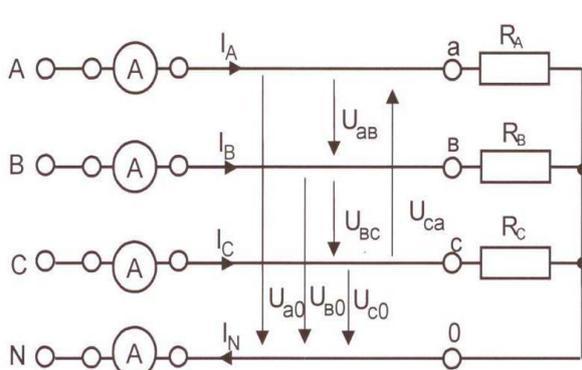
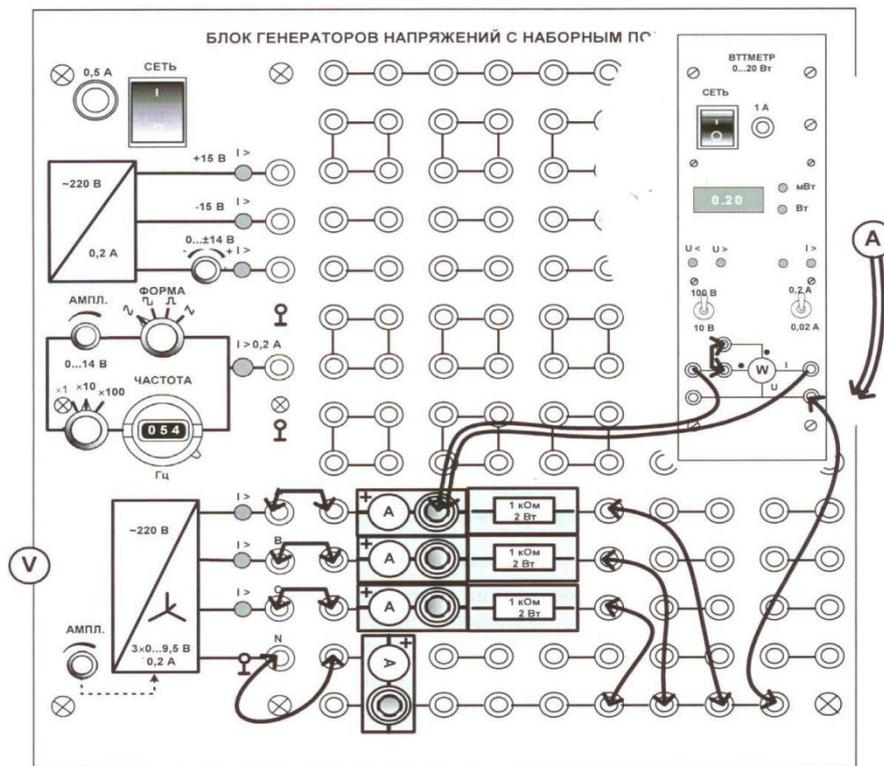

Рис. 8.1. Схема соединения нагрузки звездой
Рис. 8.3. Монтажная схема соединения нагрузки звездой
5.1. Соберите цепь с симметричной активной нагрузкой ( $R_A = R_B = R_C = 1$  кОм) согласно принципиальной схеме (рис. 8.1) и монтажной схеме (рис. 8.3).